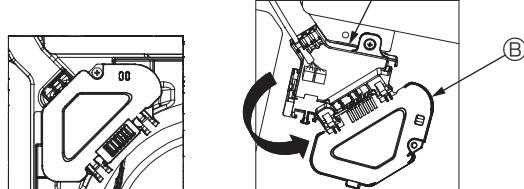

Fig. 7-7
- ③ Retire o parafuso que segura a tampa da caixa de conexão e, em seguida, abra a tampa. (Fig. 7-7)
- ④ Coloque o conector dos fios de junção na caixa de conexão.
- ⑤ Instale a tampa dos fios e a tampa da caixa de conexão.